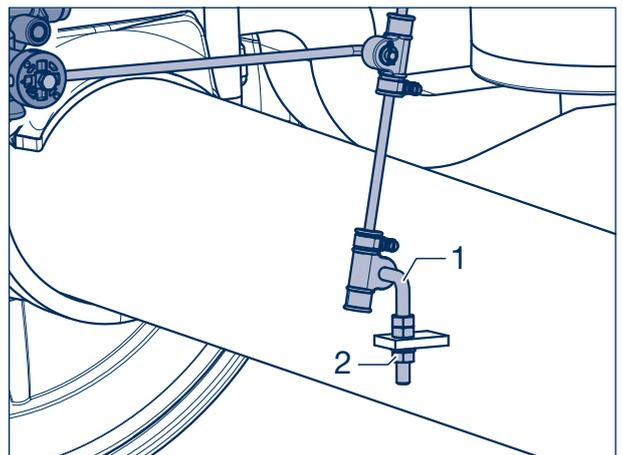

Figure 32
- [43] Faire entrer l'articulation (figure 32/1) de la valve de nivellement dans l'éclisse et fixer avec écrou (figure 32/2) et rondelle à ressort.